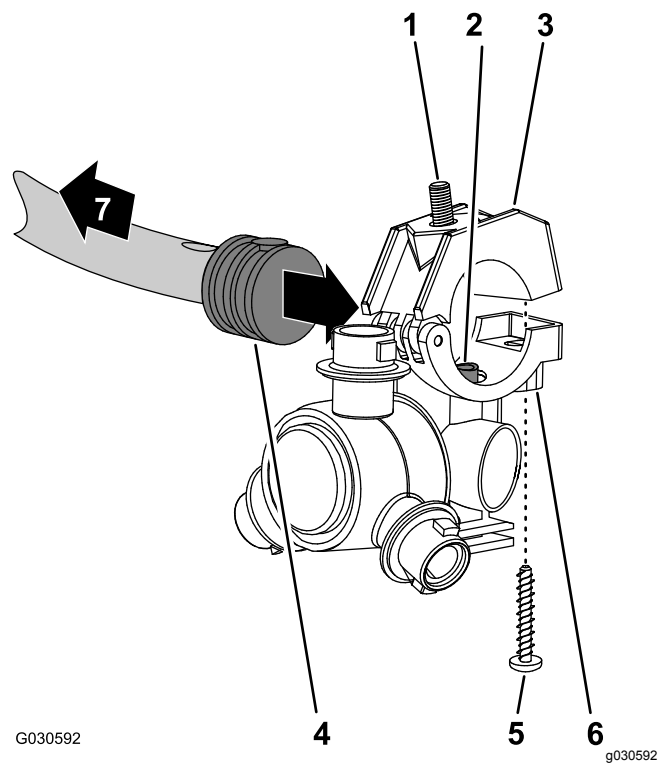
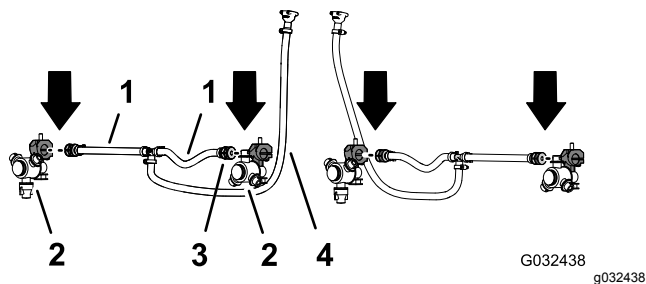

图79
图80
2. 使用 GeoLink 喷洒系统完成套件中的 2 个喷嘴拆下将夹具上半部分固定至鞍座的不锈钢螺丝图79。
3. 在中间喷洒臂段软管子总成喷水阀 5 或 6图79 和 图 80 中 25cm 软管的一端找到单宝塔软管柄一侧的孔。
4. 将喷嘴鞍座中的转接管图79与单宝塔软管柄1/2 英寸一侧中的孔对齐。
5. 闭合夹具上半部分将宝塔软管柄夹在其中然后使用不锈钢螺丝#12 x 1-1/4 英寸将夹具上半部分与喷嘴主体图79固定到一起上紧不锈钢螺丝扭矩至 14~18N·m。
- 使用在 **拆卸喷嘴** (页码 27) 的步骤 1 和 2 中卸下的喷嘴、六角头螺栓及不锈钢螺丝对另一软管25cm管端的单宝塔软管柄图79 和 图80重复步骤 3 至 5。
- 使用在 **拆卸喷嘴** (页码 27)的步骤 4 中卸下的 2 个喷嘴对中间喷洒段另一软管子总成喷洒阀 5 或 6 的单宝塔软管柄重复步骤 3 至 5图79 和 图80。